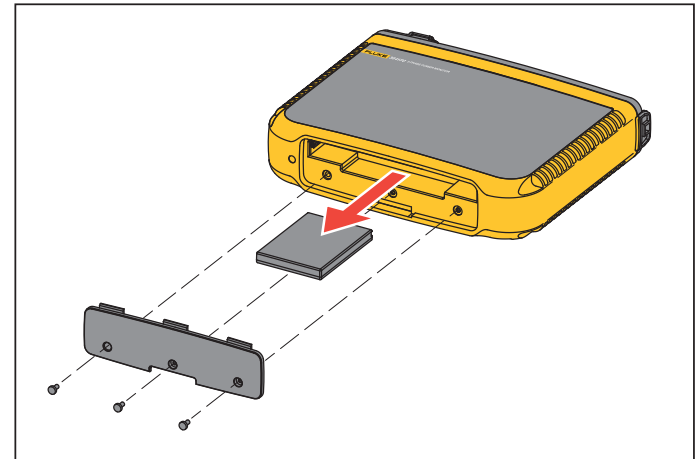

Abbildung 16. Ersetzen des Akkus
1. Schrauben Sie die drei Schrauben heraus, und nehmen Sie die Akkufachabdeckung ab. Siehe Abbildung 16.